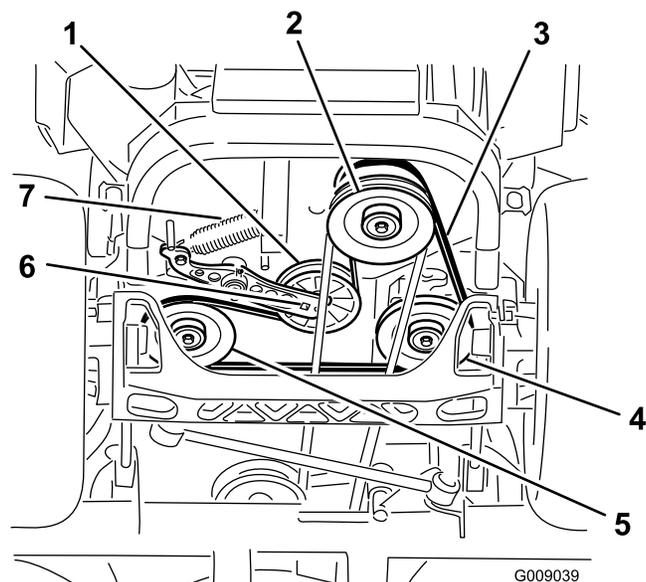

**Figura 77**
14. Coloque as coberturas da correia e os parafusos presos a elas (Figura 77).